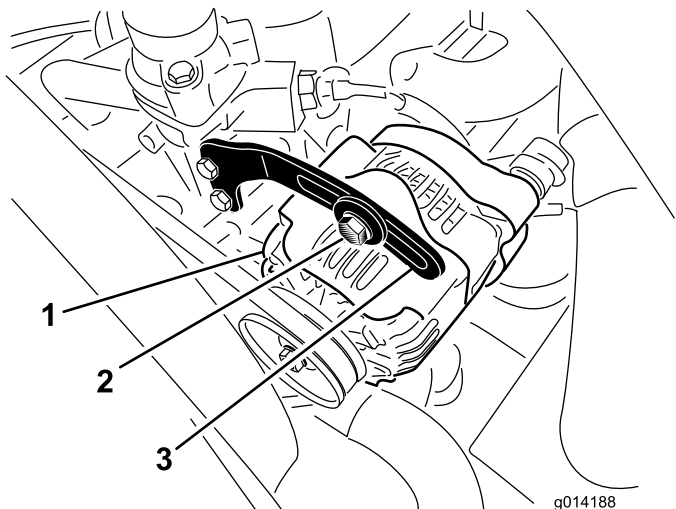

Figura 37
2. Verifique a tensão da correia do alternador, premindo-a (Figura 37) até metade entre as polias do alternador e do cárter com uma força de 10 kg.
3. Desaperte o parafuso que prende o suporte ao alternador (Figura 37) e o parafuso da articulação do alternador.